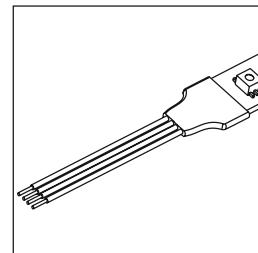

Рисунок 13
5.6 Соединение ленты производится с соблюдением полярности. Температура паяльника не должна превышать 260 °C, время пайки не более 10 секунд. Место пайки рекомендуется дополнительно изолировать, надев на него термоусадочную трубку длиной 20 мм и диаметром 7 мм (рисунок 13).
7.5 Для подключения ленты к винтовым контактам драйвера на концах проводов, припаянных к ленте, необходимо отрезать колодку, снять изоляцию с проводников на 8 мм (рисунок 13) или припаять к ленте новые провода.